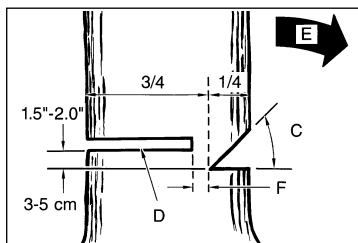

Рис. 11В
Сделайте основной пропил (D) с противоположной стороны ствола, на 3–5 см выше края запила (С) (Рис. 11 В).